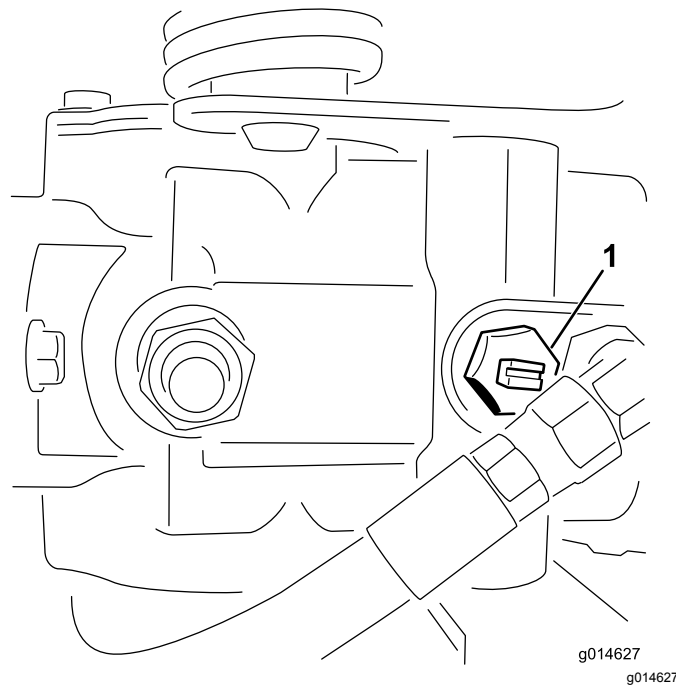

図 38
1. 油圧ポンプについているバイパスバルブ(図 38)の溝が「縦」になるようにバルブを回転させる。
2. エンジンを始動する時には、必ずバイパスバルブ(図 38)を閉じる溝が横向きになる。バルブを開けたままでエンジンを掛けないこと。